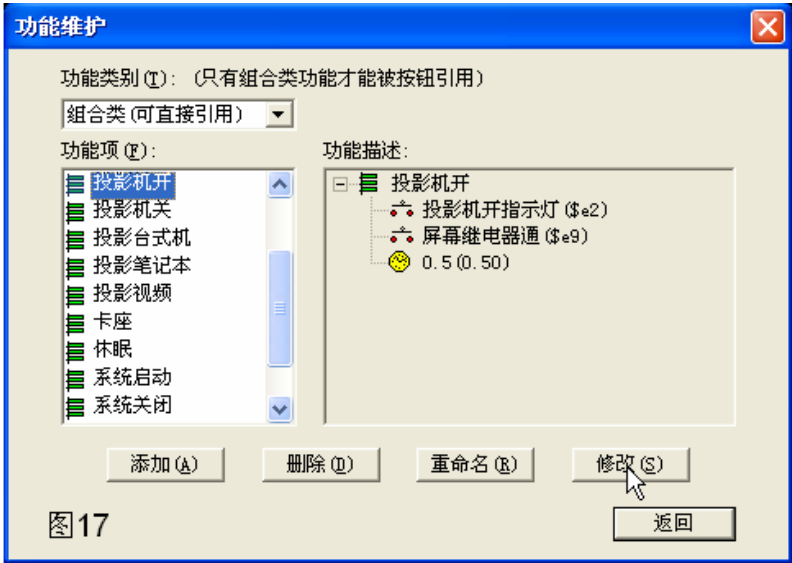

图 17
- 9) RS232 指令组合：继续选择“功能项”里“投影机开”，点击“修改”按钮。如图 17